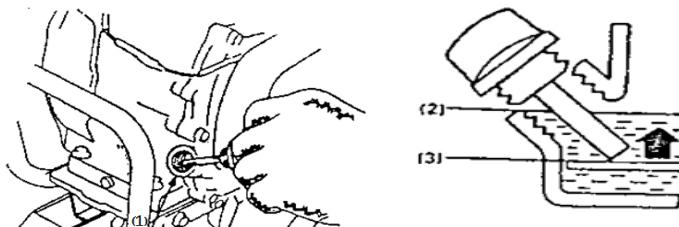

Рис.2
- Открутите крышку маслозаправочного отверстия и тщательно вытрите встроенный в неё щуп (см. рис.2).